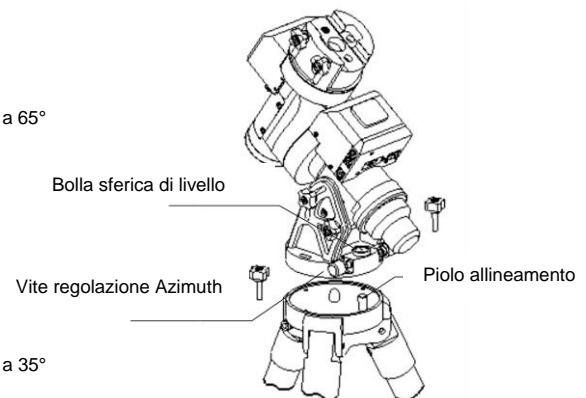

Figura 3
3. Svitare i pomelli di regolazione azimut (fare riferimento alla Figura 3, raffigurati accanto alla bolla sferica di livello) per permettere al piolo di allineamento un facile e sicuro inserimento nella propria sede. Rimuovere le due viti di bloccaggio di Azimuth ed inserire la testa della montatura sul treppiede con la bolla sferica di allineamento allineata al piolo di allineamento (Figura 3). Inserire la rondella in teflon reinserire le viti di blocco Azimuth e serrarle. Livellare la base del treppiede regolando individualmente ciascuna delle tre gambe. È possibile utilizzare la bolla sferica installata nella montatura oppure una livella a bolla supplementare per verificare la corretta messa in bolla. (Eventualmente agire sull'estensione delle gambe)